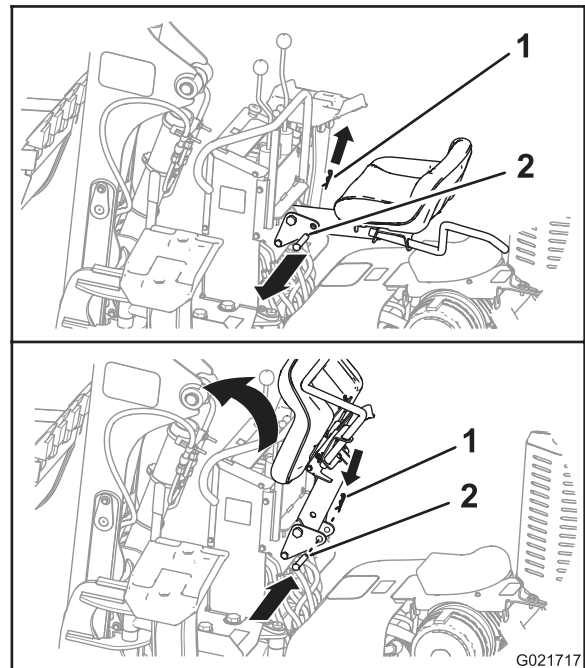

Bild 39
- A. Nehmen Sie die Splint aus dem Arretierbolzen für den Sitz (Bild 39).
- B. Nehmen Sie den Sitzarretierbolzen aus dem Rahmen des Baggers und der Sitzstrebe (Bild 39).
- C. Drehen Sie die Sitzstrebe nach oben und stecken Sie den Sitzarretierbolzen durch die Löcher im Rahmen des Baggers, damit der Sitz oben gehalten wird, und Sie Platz für das Entfernen der Motorhaube haben (Bild 39).
- A. Entfernen Sie den Sitzarretierbolzen und senken Sie die Sitzstrebe in die Betriebsstellung ab (Bild 39).
- B. Stecken Sie den Sitzarretierbolzen durch die Löcher im Rahmen des Baggers und der Sitzstrebe (Bild 39).
- C. Stecken Sie die Splint in das Loch im Arretierbolzen für den Sitz (Bild 39).